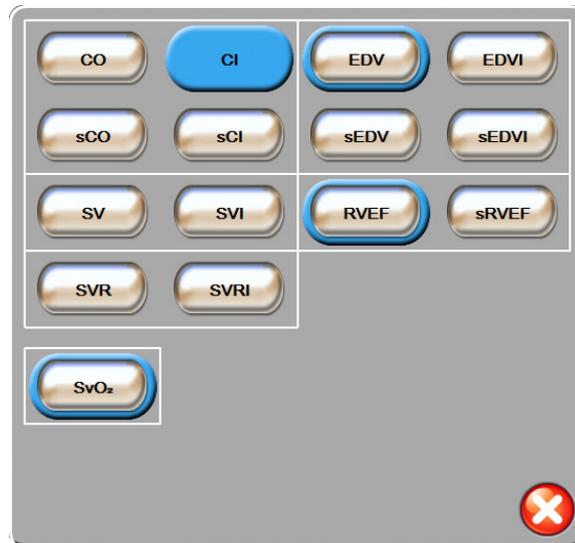

Abbildung 5-4 Beispiel für die Auswahl von Hauptparametern im Pop-up-Fenster
- 2 In einem Pop-up-Fenster ist der ausgewählte Parameter farblich hervorgehoben und sind die anderen aktuell angezeigten Parameter farblich umrahmt. Die zur Verfügung stehenden Parameter werden ohne Hervorhebung angezeigt. In Abbildung 5-4 ist das Pop-up-Fenster dargestellt, das bei der Auswahl kontinuierlicher Parameter und während der Überwachung mit dem HemoSphere Swan-Ganz-Modul angezeigt wird.